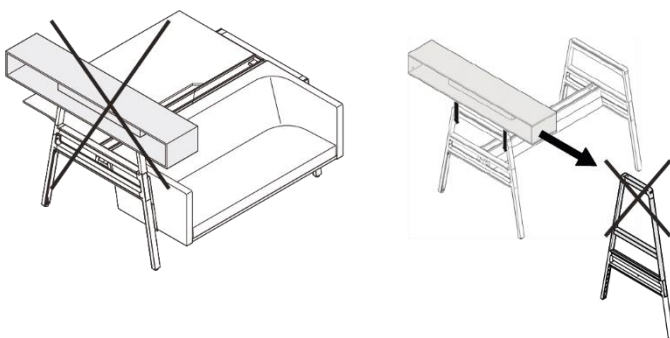

Рис. 22 Наставная полка, недопустимый монтаж
- В верхней зоне высокой наставной скобы (см. Рис. 22, слева).
- Рядом с софой (см. Рис. 22, середина).